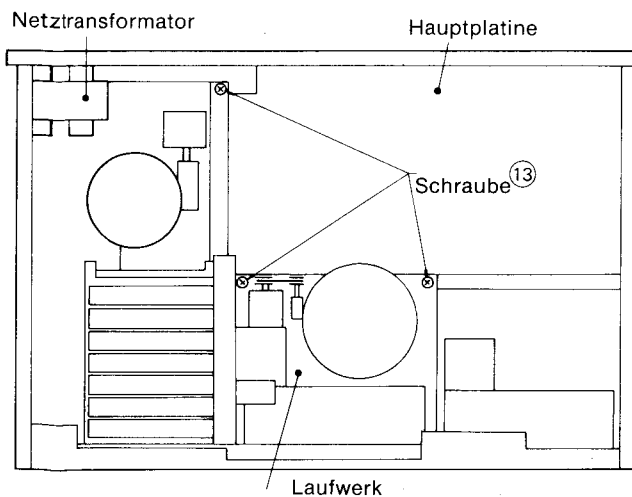

Abb. 7
- 9) Die drei Befestigungsschrauben (13) des Laufwerks lösen und die Mechanik entfernen (Siehe Abb. 7).